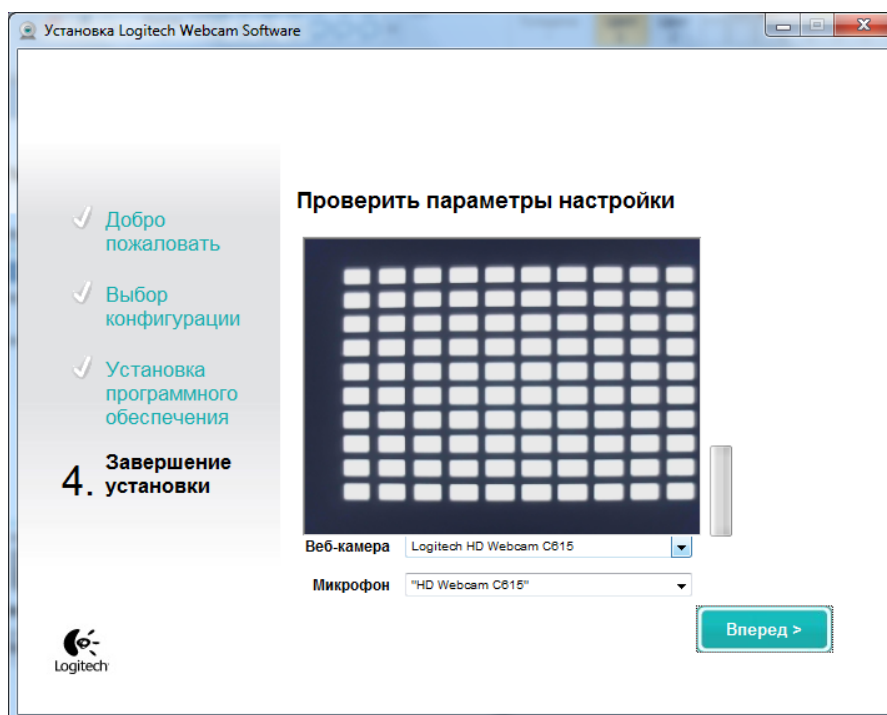

Рис.8
8. После завершения установки драйверов откроется окно для проверки параметров настройки. При этом, если установить кассету в прибор и включить тумблер, в окне появится изображение кассеты (рис.8). Нажать кнопку «Вперед».